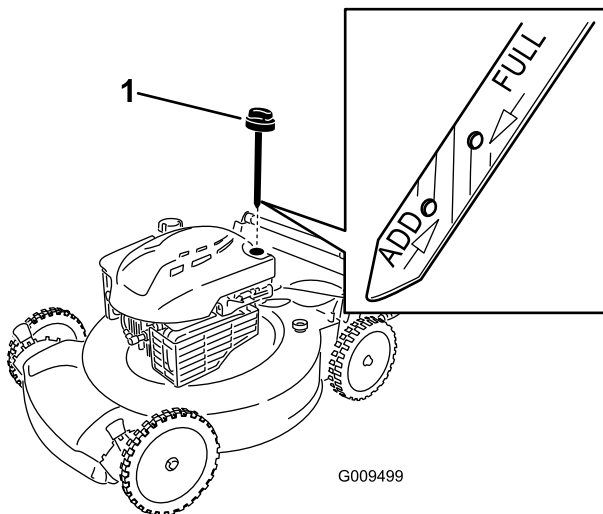

Bild 18
2. Ziehen Sie den Peilstab heraus (Bild 18).
4. Füllen Sie das Öl **langsam** in den Einfüllstutzen ein, um den Ölstand auf die Marke **Voll** am Peilstab anzuheben. Bild 18 **Füllen Sie nicht zu viel ein.** (Max. Füllstand: 0,59 l des Typs: Waschaktives SAE 30-Öl mit der Klassifizierung SF, SG, SH, SJ, SL oder höher durch das American Petroleum Institute (API).)